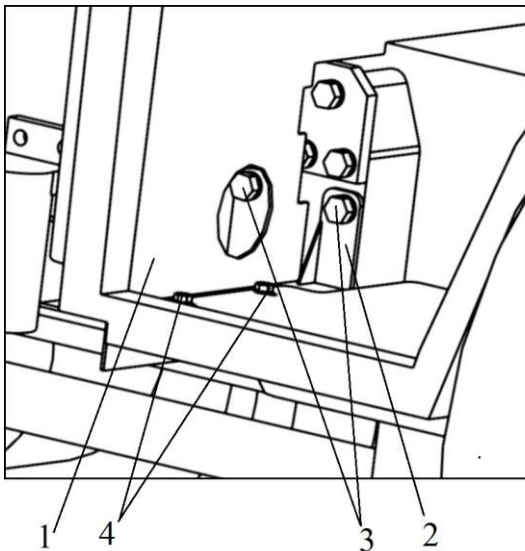
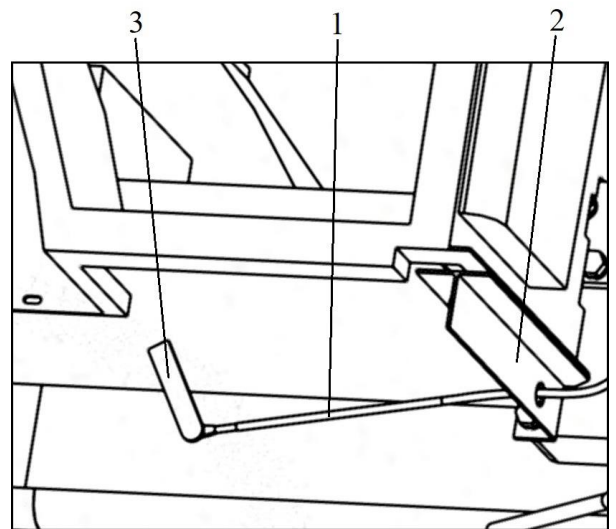
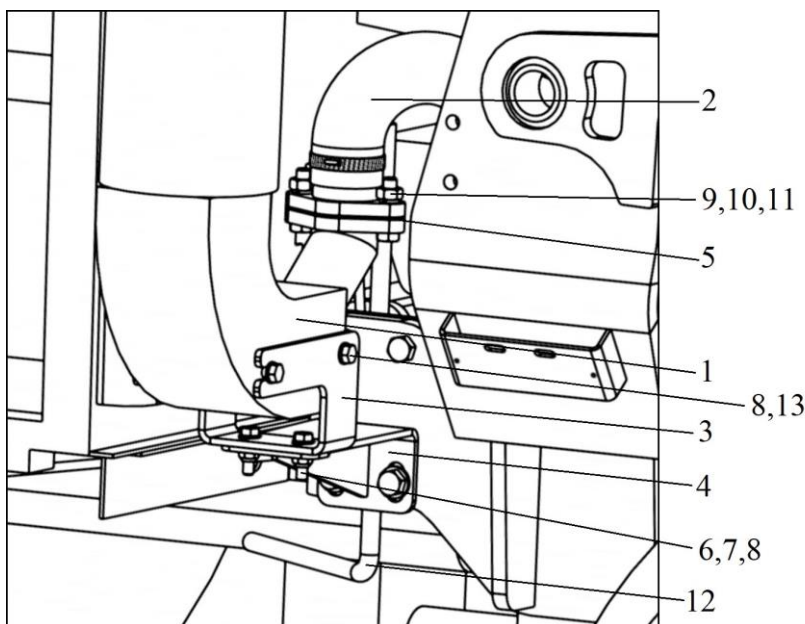

Рисунок 11 – Вид трактора слева:
Рисунок 12 – Вид трактора справа:
Рисунок 13 – Установка глушителя:
6.1.5 Отсоединить тросик поз. 1 от рычага педали поз. 3(см. рис. 12).
6.1.6 Снять защиту поз. 1 и опору левую поз. 2. Открутив 4 болта М14х20, 2 болта М8х25 и 3 винта-самореза (см. рис. 11).
Закрепить опоры передние на лонжеронах трактора при помощи болтов М12х30(8 шт.), шайб 12.65Г(8 шт.) и на двигателе при помощи болтов М12х50(2 шт.), М12х60(4 шт.), шайб 12.01(6 шт.), шайб 12.65Г(6 шт.). Трубку гидравлическую поз. 12(рис. 13) отодвинуть, открутив болт фиксирующий её сверху. Опоры задние крепятся к корпусу муфты трактора при помощи болтов М14х35(8 шт.), шайб 14.65Г(8 шт.-входят в комплект трактора). Пропустить тросик поз. 1(рис.12) через отверстие в опоре поз. 9(рис. 5) и опору пола правую. Также установить опоры пола поз. 2(см. рис.11,12). Соединить тросик поз. 1 и рычаг педали поз. 3. Закрутить болт трубки гидравлической поз. 12(рис. 13).
Закрепить панели навески поз. 1 к опорам передним при помощи болтов М12х60(8 шт.), шайб 12.01(16 шт.), шайб 12.65Г(8 шт.) гаек М12(8 шт.), к опорам задним при помощи болтов М12х50(6 шт.), М12х60(2 шт.), шайб 12.01(10 шт.), шайб 12.65Г(8 шт.) гаек М12(8 шт.). При установке правой панели установить кронштейн поз. 4(рис. 13). Между панелями навески внизу установить балку распорную поз. 2(рис. 4) (установить после монтажа первой панели, с накрученными гайками). Расстояние между кронштейнами – по центрам, расположенным в верхней части панелей должно быть 910 мм.